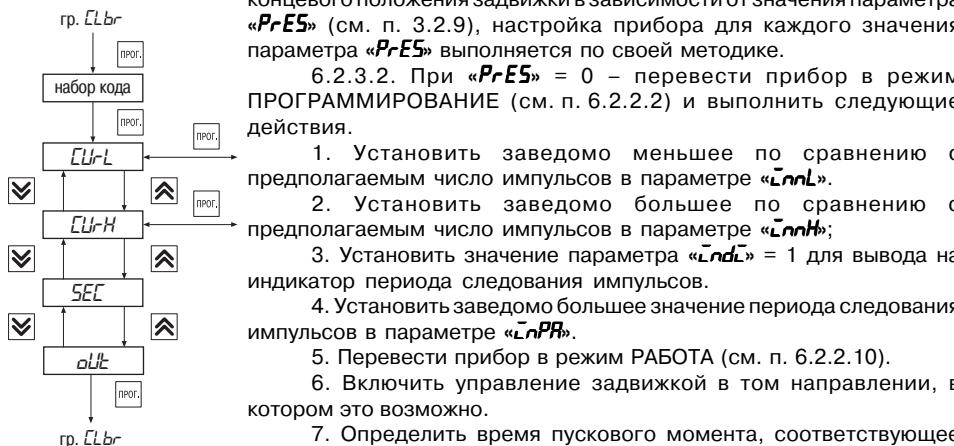

Рис. 23
**Группа «*Слбр*»** предназначена для настройки прибора на объект (рис.23). Код доступа для данной группы «\_22». Поскольку возможны три способа определения концевого положения задвижки в зависимости от значения параметра «*РрЕ5*» (см. п. 3.2.9), настройка прибора для каждого значения параметра «*РрЕ5*» выполняется по своей методике.